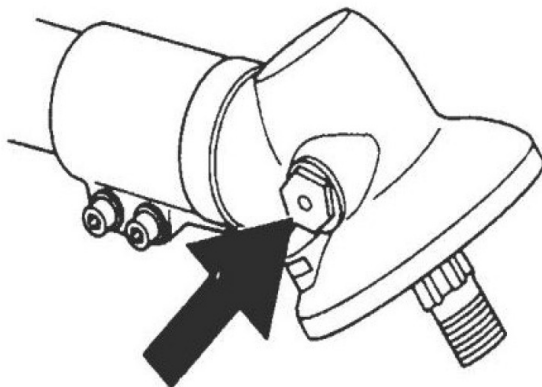

Рис. 18
8.4. Обслуживание редуктора (рис. 18)